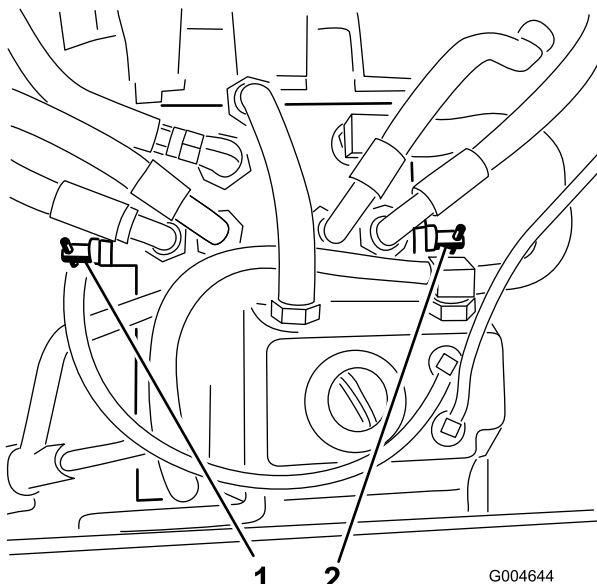

Figura 37
3. Rode cada válvula de derivação no sentido contrário aos ponteiros do relógio 1 volta (Figura 37).
Rode cada válvula de derivação no sentido dos ponteiros do relógio 1 volta e aperte-as à mão (aperte cerca de 8 Nm) (Figura 37).